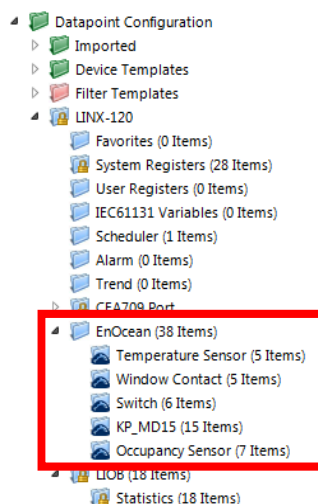

Abbildung 179: Datenpunktmanager mit EnOcean Geräte-Ordern.
- Die Verzeichnisstruktur (Abbildung 179),